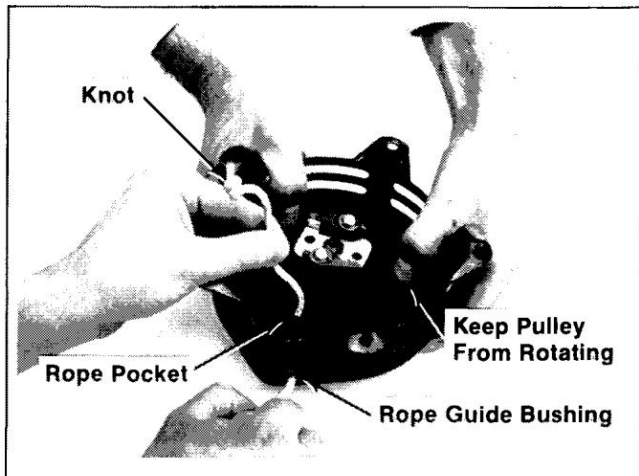

Figure 7-7. Installation de corde.
9. Insérez la nouvelle corde dans la poche de corde de la poulie et à travers la bague de guidage de corde dans le boîtier. Reportez-vous à la figure 7-7.